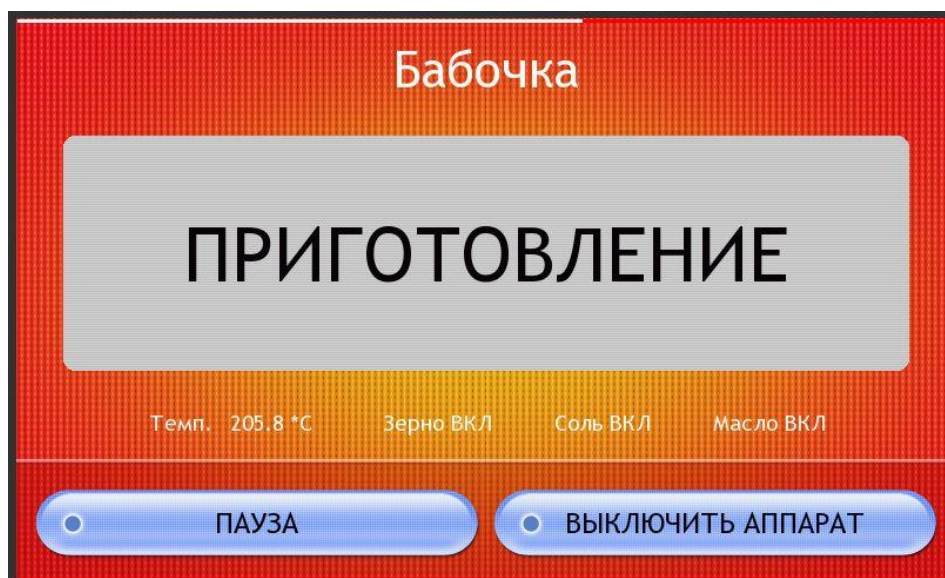

Рис. 7. Режим приготовления
8. Если необходимо кратковременно (до 30 минут) остановить аппарат, нажмите на экране кнопку <<ПАУЗА>> (рис. 7). При этом аппарат прекратит производить попкорн, однако будет поддерживать нагрев и циркуляцию воздуха внутри аппарата.